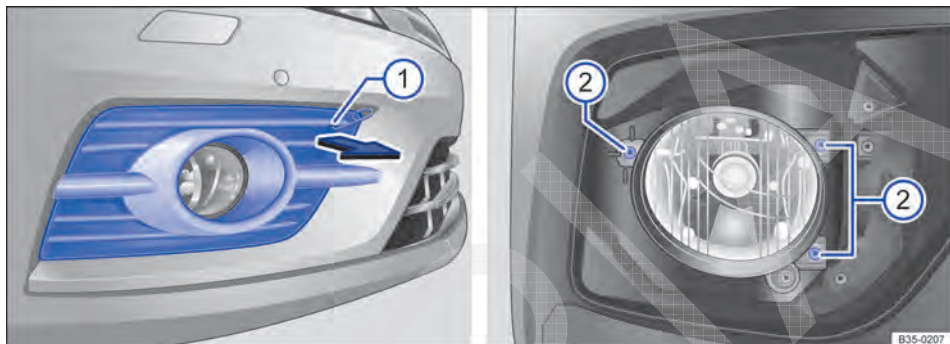
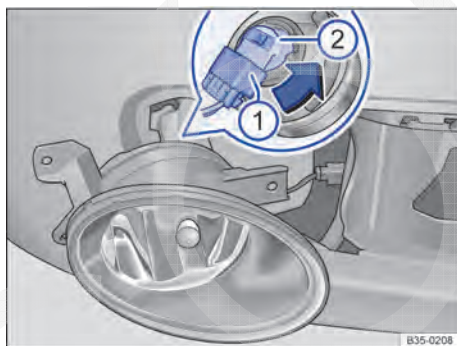

Fig. 244 No para-choque dianteiro à direita: iluminação de neblina.
Fig. 245 No farol desmontado: substituir a lâmpada incandescente.
3. Colocar o gancho extrator no entalhe ⇒ Fig. 244 ① da cobertura e puxar a cobertura para frente na direção da seta e retirá-la.
4. Desparafusar os parafusos de fixação ② com a chave de fenda.
7. Destravar e retirar o conector ⇒ Fig. 245 ①.
8. Girar o suporte da lâmpada ② até o batente no sentido anti-horário e retirar com a lâmpada incandescente para trás.
12. Encaixar o conector ① na lâmpada incandescente até ouvir que ela foi travada.
14. Instalar os parafusos de fixação ⇒ Fig. 244 ②.
15. Colocar a cobertura contra o sentido da seta ⇒ Fig. 244 no para-choque. A cobertura deve se travar de firmemente.